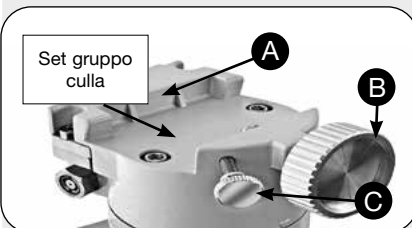

Fig. 7: Montaggio del gruppo culla sull'albero di montaggio (EXOS-2)
7. Agganciare il gruppo culla alla montatura – Modelli R e N: Rimuovere il tubo ottico dalla culla e far scorrere il gruppo culla (11, Fig. 1a) sulla fessura di montaggio della culla. Vedere Fig. 7. La base arrotondata del gruppo culla si inserisce nella parte arrotondata della fessura di montaggio. Serrare con decisione sia la manopola di bloccaggio della culla sia la manopola di bloccaggio secondaria.